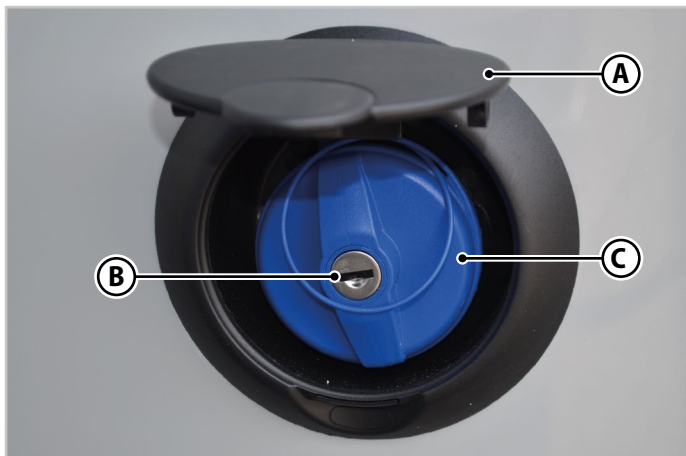

Abb.6.31 - Auffüllen des Frischwassertanks
1. Heben Sie die Klappe an (**A** - Abb.6.31), um Zugang zum Wassereinfüllstutzen an der Seite des Fahrzeugs zu erhalten.
2. Stecken Sie den Schlüssel in das Schloss (**B** - Abb.6.31).
4. Drehen Sie den Verschluss (**C** - Abb.6.31) gegen den Uhrzeigersinn und entfernen Sie ihn.